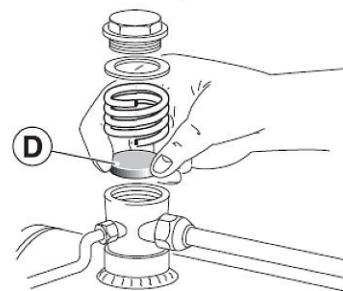

Abb. 16: Dichtelement im Rückschlagventil
Schritt 2: Überprüfen Sie das Rückschlagventil und wechseln Sie das Dichtungselement D (Abb. 16) gegebenenfalls aus.